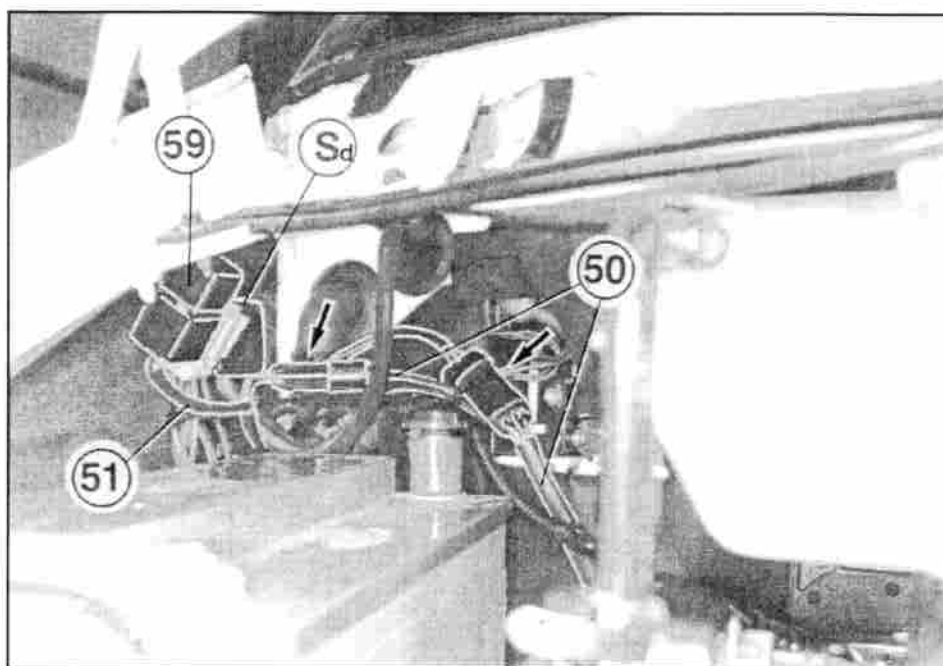

FIG. 60
a) Gruppo relai (59); **b-c)** Connettori Packard a tre vie e ad una via (collegamento all'impianto elettrico interno «50»); **d)** Connettore Packard a quattro vie (collegamento al pressostato); **e)** Connettore Packard a una via (collegamento al compressore); **f)** Giunzioni Raychem pos. 53 di fig. 2 (collegamento ai cavi originali del bulbo termostatico del radiatore - vedi fig. 60).
a) Groupe relai (59); **b-c)** Connecteur Packard à trois voies et à une voie (raccordement à l'installation électrique intérieure «50»); **d)** Connecteur Packard à quatre voies (raccordement au pressostat); **e)** Connecteur Packard à une voie (raccordement au compresseur); **f)** Connexions Raychem pos. 53 de la fig. 2 (raccordement aux câbles originaux du bulbe thermostatique du radiateur - voir fig. 60).
a) Relay assembly (59); **b-c)** 3-pin Packard connectors and 1-pin connector (hook up to the supplied internal electrical system «50»); **d)** 4-pin Packard connectors (hook up to the pressure switch); **e)** 1-pin Packard connectors (hook up to the compressor); **f)** Raychem connector (pos. 53 in Fig. 2) (hook up to the original wires of the radiator heat shield - see Fig. 60).
a) Relaiseinheit (59); **b-c)** Packard 3-weg Steckverbinder und Packard 1-weg Steckverbinder (Verbindung an elektrische Anlage innen «50»); **d)** Packard 4-weg Steckverbinder (Verbindung an Druckwächter); **e)** Packard 1-weg Steckverbinder (Verbindung an Kompressor); **f)** Raychem Verbindungen Pos. 53 der Abb. 2 (Verbindung an Original-Kabel des Thermostatschalters des Kühlers-siehe Abb. 60).
a) Grupo relé (59); **b-c)** Conectores Packard a tres vías y a una vía (conexión a la instalación eléctrica interna «50»); **d)** Conector Packard a cuatro vías (conexión al presostato); **e)** Conector Packard a una vía (conexión al compresor); **f)** Junta Raychem pos. 53 de fig. 2 (conexión a los cables originales del bulbo termostático del radiador - ver fig. 60).